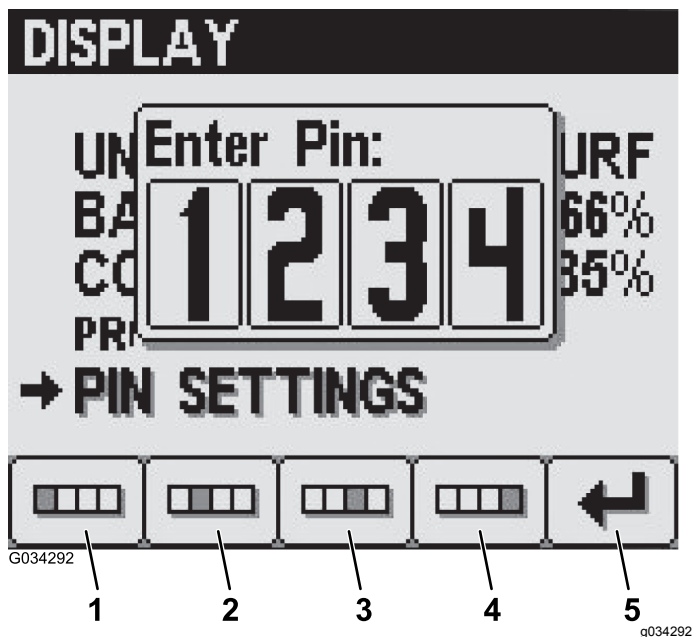

Figura 24
3. Pulse los botones 1 a 4 para introducir su código PIN. Cuando termine de introducir el PIN, pulse el botón 5 (Figura 24).
4. En la pantalla Introducir PIN antiguo, pulse los botones 1 a 4 para introducir su código PIN antiguo, y pulse el botón 5 cuando termine de introducir el PIN (Figura 24).